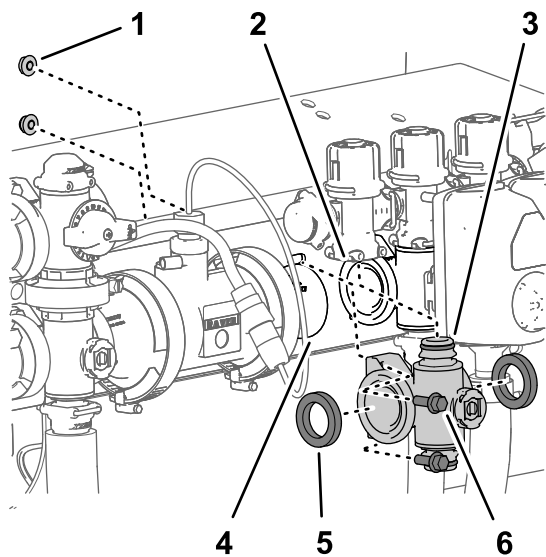
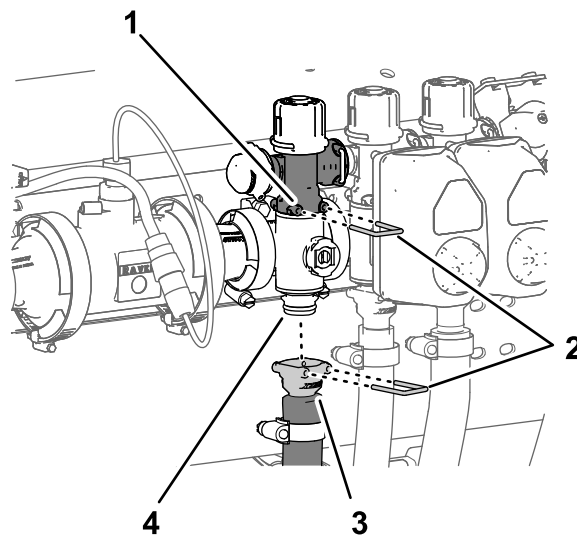

Figura 132
Figura 133
1. Alinee las 2 juntas que retiró en Retirada del distribuidor de sección \(página 91\) con las bridas del distribuidor de la válvula de sección (Figura 132).
2. Alinee la brida del distribuidor de la válvula de sección entre las bridas de las otras válvulas de sección y/o los adaptadores de acoplamiento (Figura 132).
3. Conecte el acoplamiento rápido del distribuidor de la válvula de sección al acoplamiento rápido hembra de la válvula de desvío de sección con una grapa (Figura 132 y Figura 133).
las válvulas (Figura 132) con los 2 pernos con arandela prensada ($\frac{1}{4}'' \times \frac{3}{4}''$) y las 2 tuercas con arandela prensada ($\frac{1}{4}''$) que retiró en Retirada del distribuidor de sección (página 91).
8. Monte el acoplamiento rápido de la manguera de sección en el acoplamiento rápido del distribuidor de la válvula de sección con la grapa (Figura 133).